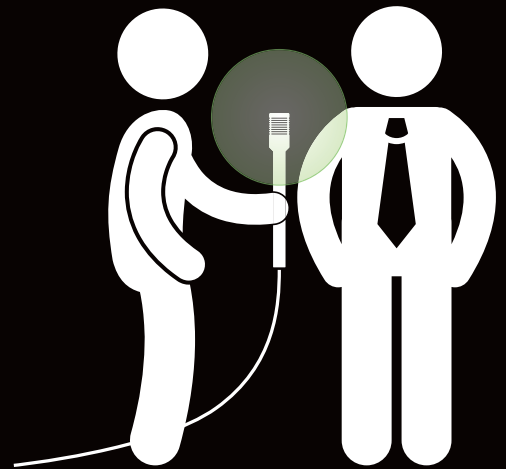

Abb. 1 - Halteposition
- 6 Bitte beachte: Das Mikrofon muss während dem Interview nicht hin und her gereicht werden (Kugelcharakteristik). Halte das Mikrofon stattdessen in Brusthöhe still (Abb.1). Dadurch ist kein störendes Mikrofon im Gesichtsfeld, ohne dabei Klangqualität einzubüßen. In lauten Umgebungen ist die Einsprechdistanz kurz zu halten.